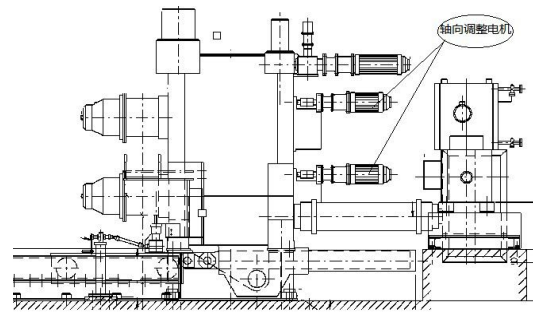

图1 矫直机示意图
小型钢900型十辊悬臂矫直机用来矫直各种型钢。被矫直的型钢通过十个上、下交错布置的矫直辊后,使型钢得到了充分的弹-塑性变形,消除了原始弯曲度达到矫直的目的,如图1所示。2017年型钢矫直机轴向系统优化后,轴向调整和压下检测元件选用线性位移传感器代替编码器,相比较编码器,线性位移传感器检测手段直接,精度较高。轴向传动螺母和齿轮为分体式结构设计,这种结构可以改善控制精度和使用性能,在轴向调整过程中如过极限位置,可避免因卡阻而无法动作的异常情况发生。同时,在轴向调整极限位置安装2个机械限位,也能够避免因误操作而造成的传动螺母抱死情况得发生。但是,在运行过程中还是出现了轴向系统过钢时被动窜动,轴向卡死等问题。当轴向卡死时,只能通过盘车电机来进行调节,严重影响正常生产节奏,盘车对于设备也会产生一定危害。由于轴向的窜动,需要频繁调节轴向系统,因此对于产品质量造成一定影响。
2.2、解决窜动卡死问题,需要将衬套拆出进行打磨,打磨平整后进行回装即可恢复正常。但拆装需要将轴承,齿轮等一一拆除,安装,因此对于轴系的精度会产生一定的影响。若要彻底解决此问题,需要对轴承衬套施加一个约束力,以此来保证轴系的轴承衬套在正常矫直过程中处于锁定状态。因此,在不改变原有结构情况下将轴向调整减速电机更换为电磁抱闸式减速电机(图 1 所示的轴向调整减速电机更换为电磁抱闸式减速电机)。电磁抱闸式减速电机具备:刹车迅速,定位准确,安全可靠,结构简单,更换维修简便等特点。当电机得电时,电磁抱闸通电吸合,抱闸打开,电机转动,调整轴系移动。当电机断电时,电磁抱闸断电,抱闸在弹簧的作用下抱住电机,此时传动齿轮处于锁定状态,以此达到锁定轴系的目的。